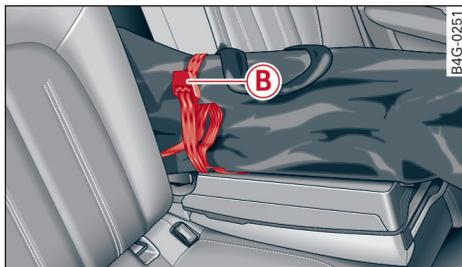

图 109 后座椅：固定装载物
- ▶ 为防止袋子中的物体滑动，请拉紧袋子上的固定带 ⇨ 图 109。